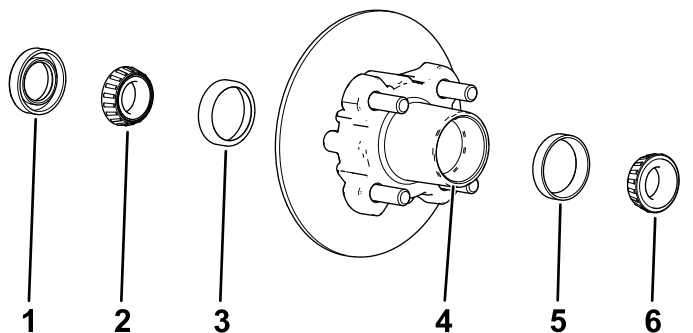

Figura 32
1. Rimuovete il cuscinetto esterno e il relativo anello dal mozzo (Figura 32).
2. Rimuovete la guarnizione e il cuscinetto interno dal mozzo (Figura 32).
5. Pulite la cavità del mozzo da tutto il grasso, la sporcizia e i detriti (Figura 32).
7. Riempite la cavità del mozzo per il 50–80% di grasso specificato (Figura 32).
8. Montate il cuscinetto interno sull'anello sul lato interno del mozzo e montate la guarnizione (Figura 32).